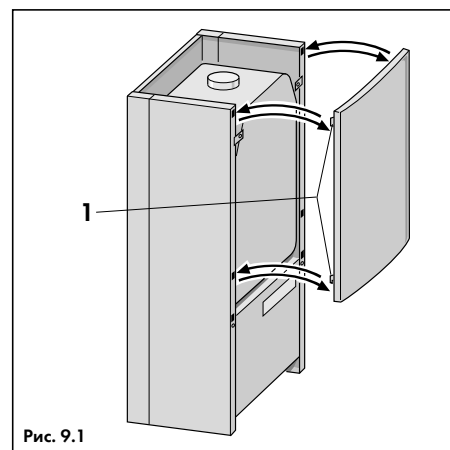
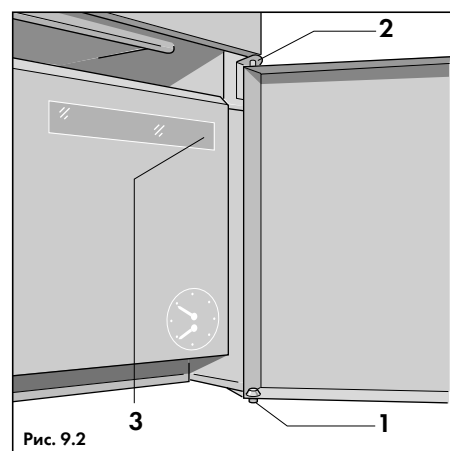

Рис. 9.1
Рис. 9.2
Дверцу аппарата насадить на нижний шарнирный штифт (1, рис. 9.2), а верхний шарнирный штифт (2, рис. 9.2) отогнуть вверх так, чтобы он также вошел в дверцу. Дверцу не закрывать. Верхнюю панель облицовки аппарата с помощью пластиковых крючков (1, рис. 9.1) навесить, используя отверстия боковых стенок, и сдвинуть панель вниз. После этого закрыть нижнюю дверцу.
- Вывинтить винты крепления шарнирного штифта (1, рис. 9.2) и установить его на левой боковой стенке.
- Дверцу аппарата насадить на нижний шарнирный штифт (1, рис. 9.2), а верхний шарнирный штифт (2, рис. 9.2) отогнуть вверх так, чтобы он также вошел в дверцу.
**Указание:** Инструкцию по эксплуатации следует хранить в специальном кармашке, который находится спереди на панели управления (3, рис. 9.2).